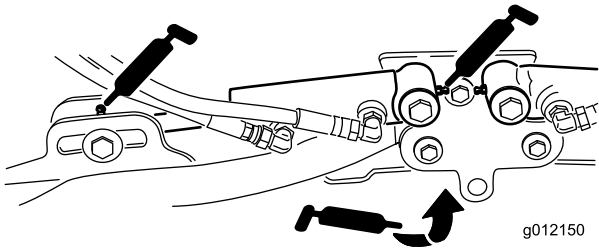

Figure 48
- Vérins des bras de relevage des plateaux de coupe (x 2) (Figure 48)
- Pivots des bras de relevage (x 1) (Figure 48)